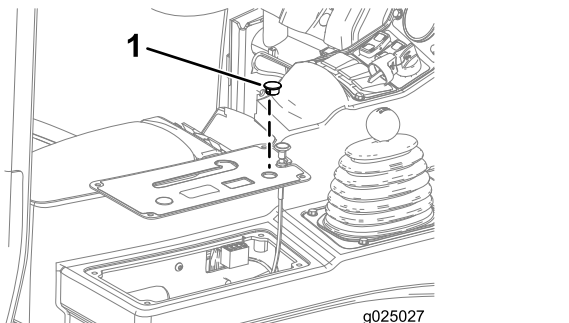

図 15
4. コントロールパネルのカバーの前側についている、丸いプラグを外す 図 15。